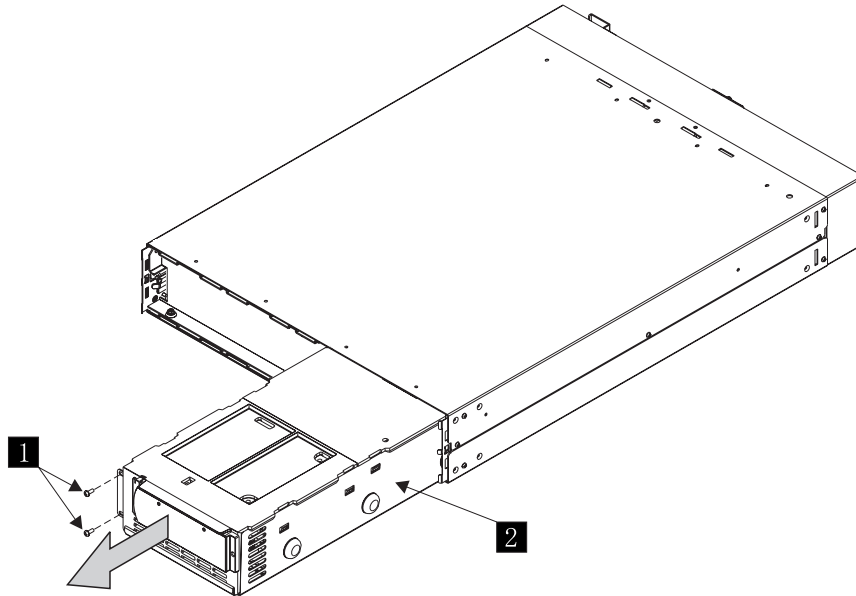

図 87. 2145 UPS の電子部品アセンブリーの取り出し
3. 2 つのねじ **1** を取り外します (図 87 を参照)。